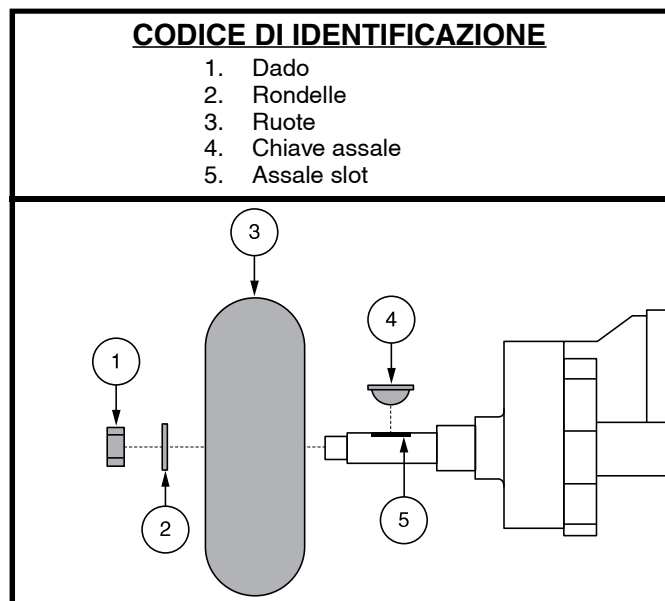

Figura 20. Rimozione di ruote a gomma solida
3. Rimuovere il cappuccio, dado e rondelle dall'assale della ruota. **Vedere figura 20.**